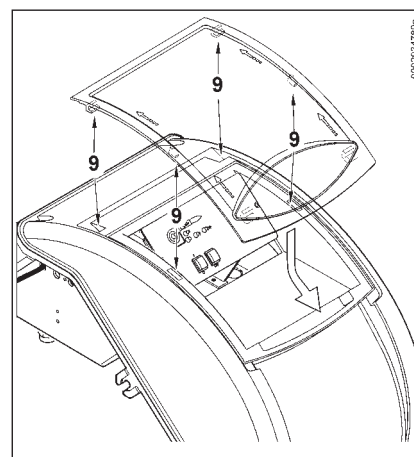

Рис. 5
- 5) Для правильной установки прозрачного окошка на панели, действовать как указано на рис. 5: установить защелки против соответствующих гнезд (9), немного продвинуть окошко в направлении, указанном стрелкой до легкого щелчка, обеспечивающего герметичность.